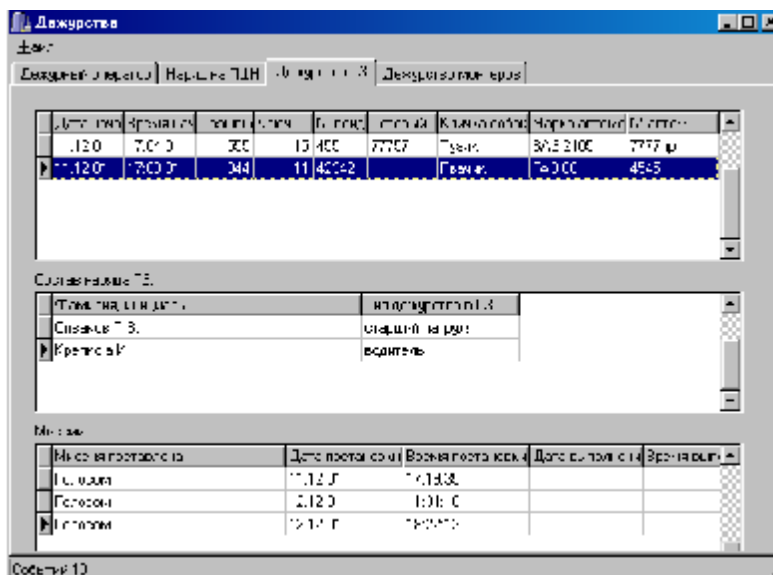

Рисунок 113
5.9.4 При выборе закладки «Дежурство ГЗ» на экране отображается список нарядов ГЗ, их состав, номера позывных, данные по автотранспортным средствам и поставленные им задачи (миссии), рисунок 113: